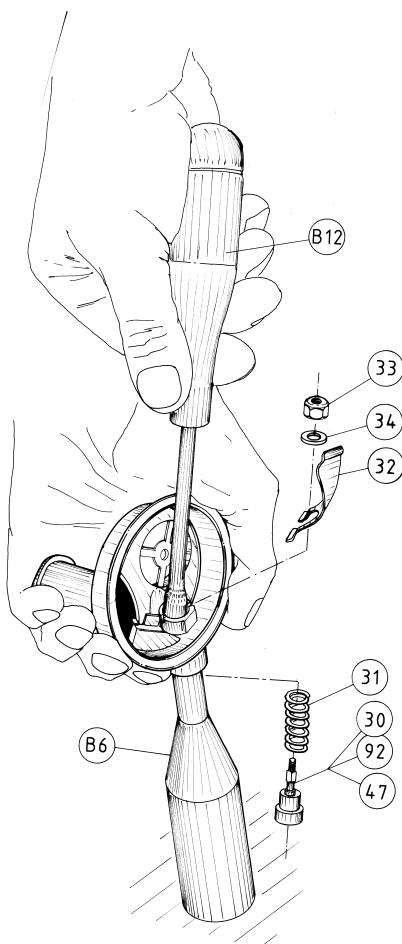

FIG. 2
6. Posicione correctamente la leva de regulación en la ranura de la caja de la Segunda Etapa (32), coloque la arandela (34) en el vástago de la válvula y atornille la tuerca de regulación (33) algunas vueltas, usando la llave especial (B-12 o B-20). Fig. 2